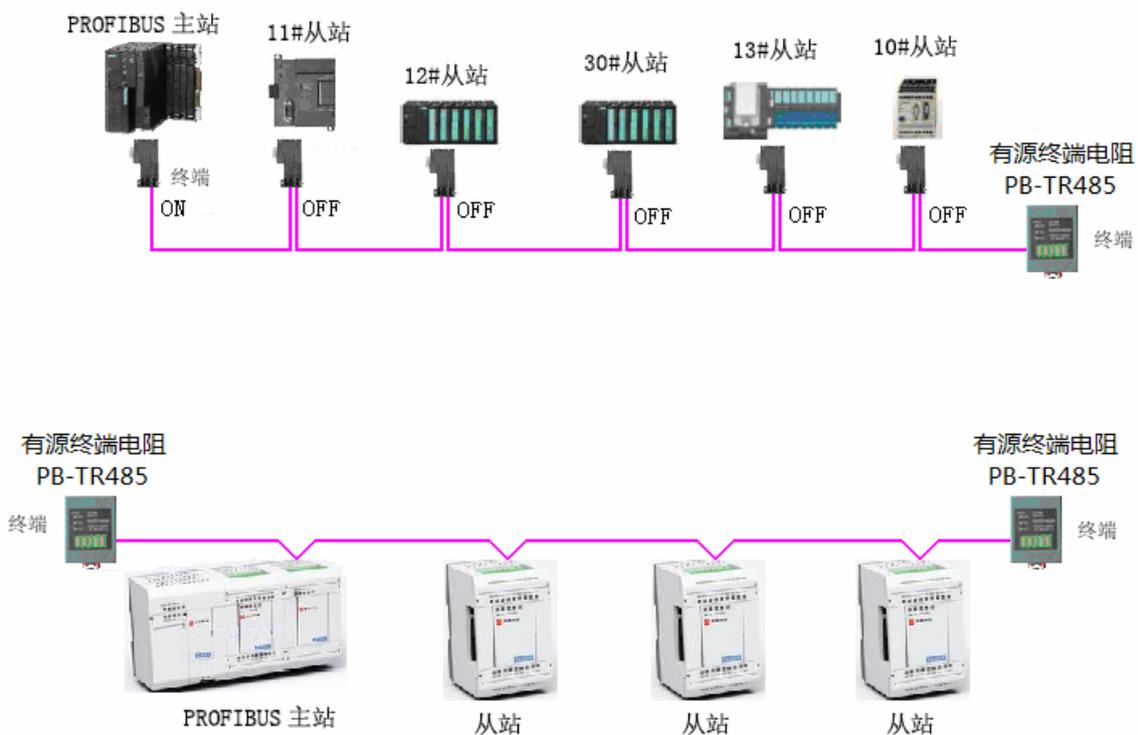

图1-3 在网段终端安装有源终端电阻
- 1、在网段的终端安装有源终端电阻（并确保其不停电）来作为网段的终端，西门子公司的有源终端电阻产品号为：6ES7 972-0DA00-0AA0，四星电子的有源终端电阻型号为：PB-TR485。如图 1-3 所示，这是符合 PROFIBUS 标准的解决方案，必须确保有源终端电阻不能停电。